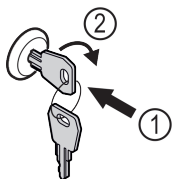

Fig. 82 Vejledende illustration
- ▶ Sæt nøglen i Fig. 82 (1).
- ▶ Drej nøglen 90° med uret Fig. 82 (2).